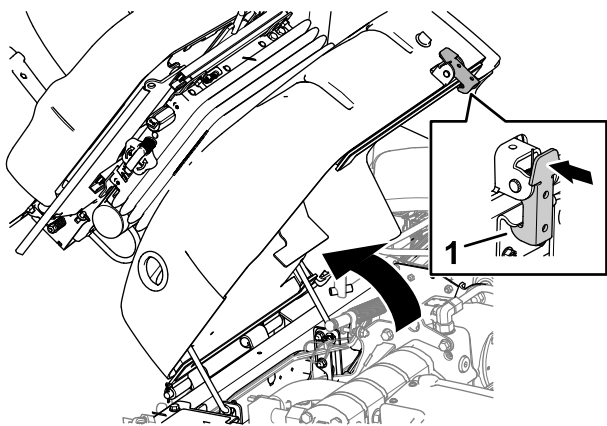

Figura 97
1. Mova o trinco do banco para fora (Figura 97).